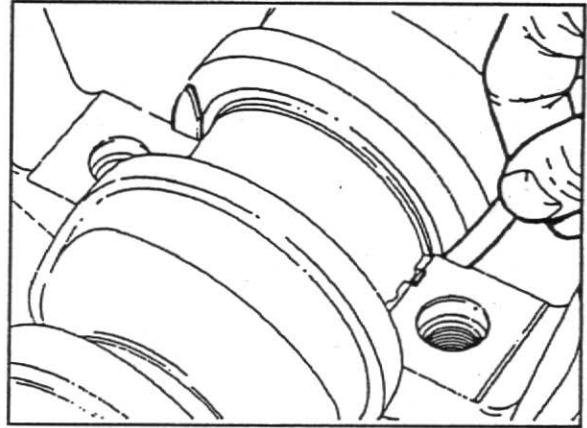

Fig. 8
6. Lubrifique as duas arruelas de encosto superiores, posicionando os canais de lubrificação para a árvore de manivelas e deslize-as nos recessos dos blocos, fig.8.